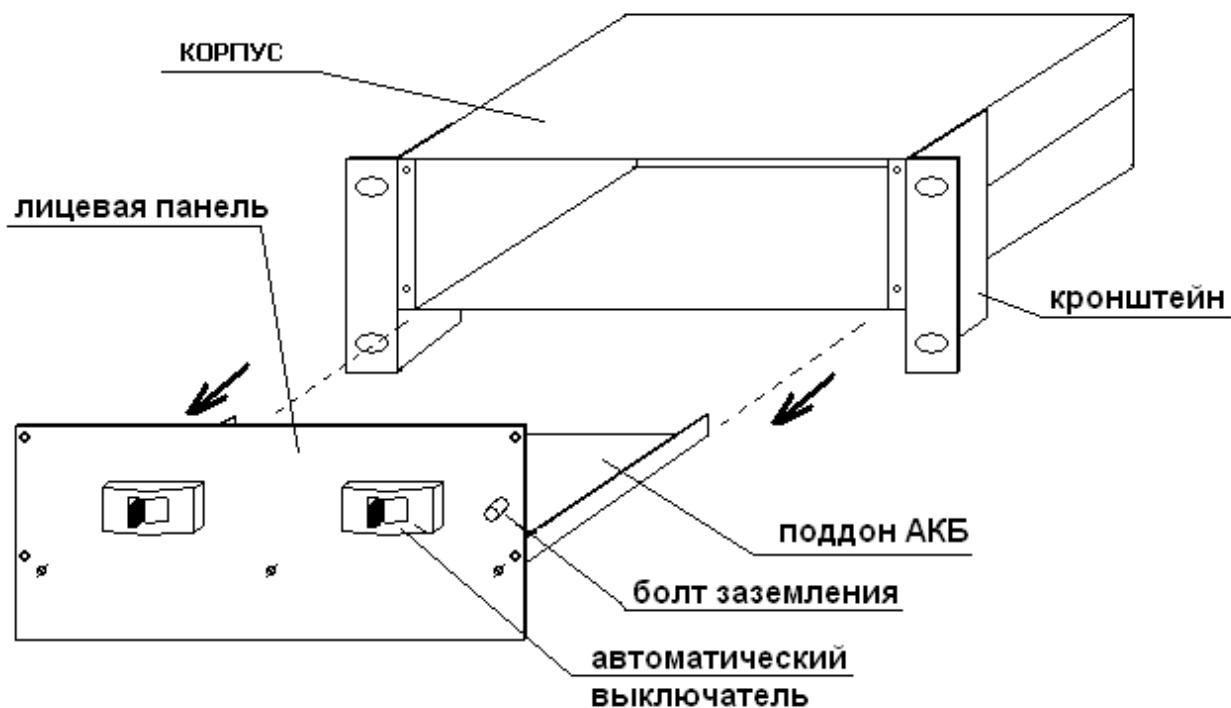

Рис. 1. Аккумуляторный блок в разобранном виде.
АКБЛ состоит из поддона аккумуляторов и корпуса (рис.1).
Вывернуть четыре винта на лицевой панели (рис.1) и извлечь поддон из корпуса (для удобства монтажа в стойку, шкаф и т.п.).
Для установки **АВ** снять лицевую панель, вывернув оставшиеся три винта (рис.1). Подготовить проводники необходимой длины для соединения аккумуляторов и оконцевать их соответствующими изолированными клеммами.
- 8. Вставить поддон в корпус и закрепить его четырьмя винтами на лицевой панели (рис.1).**